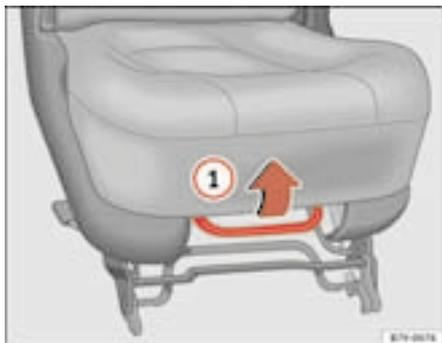

Abb. 90 Verschieben des Sitzes in der Längsrichtung
- Ziehen Sie den Entriegelungsbügel ⇒ Abb. 90 in Pfeilrichtung nach oben und halten ihn in dieser Stellung fest.